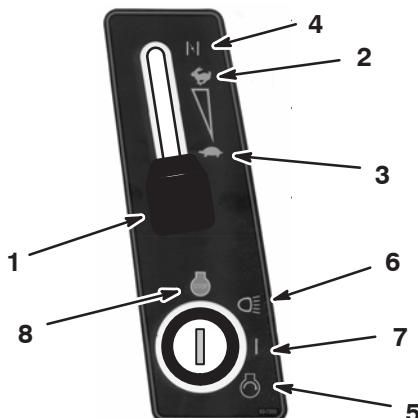

Figure 11
- Réglez la manette d'accélérateur en position de Ralenti (Fig. 11).
- Tournez la clé de contact dans le sens des aiguilles d'une montre et maintenez-la en position de Démarrage (Fig. 11). Relâchez la clé quand le moteur démarre.
- Lorsque le moteur a démarré, amenez progressivement la manette d'accélérateur en position de Régime maximum (Fig. 11).
- Placez la manette d'accélérateur en position de Ralenti (Fig. 11).
- Tournez la clé de contact en position Contact coupé (Fig. 11).